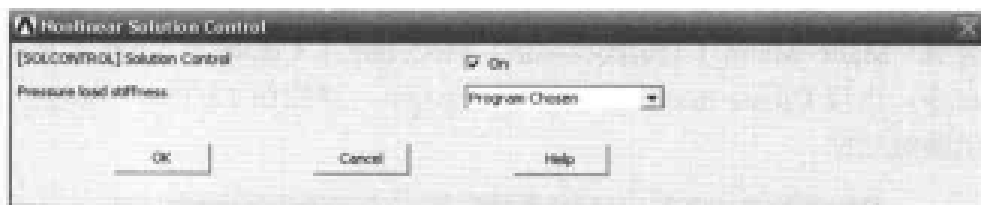

图 13-137 非线性求解控制对话框
(2) 选择 Main Menu | Solution | Load Step Opts | Solution Ctrl 命令，出现 Nonlinear Solution Control 对话框，将 [SOLCONTROL] Solution Control 选项设置为 On，如图 13-137 所示，单击 OK 按钮关闭该对话框。